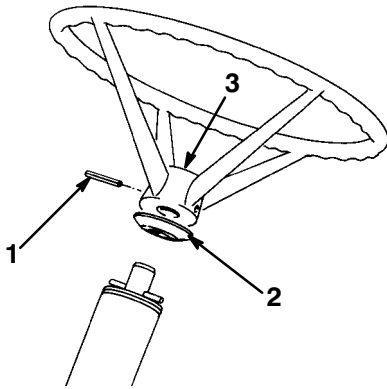

Figure 3
2. Enfilez l'entretoise sur l'arbre de direction en prenant soin de faire passer la rainure sur la goupille (Fig. 3).
3. Installez le volant sur l'arbre et alignez le trou de montage du volant avec celui de l'arbre (Fig. 3). Le logo Toro sur l'insert du volant doit être lisible depuis la position de conduite.
5. Enfoncez la goupille jusqu'à ce qu'elle soit de niveau avec l'extérieur du volant (Fig. 3).